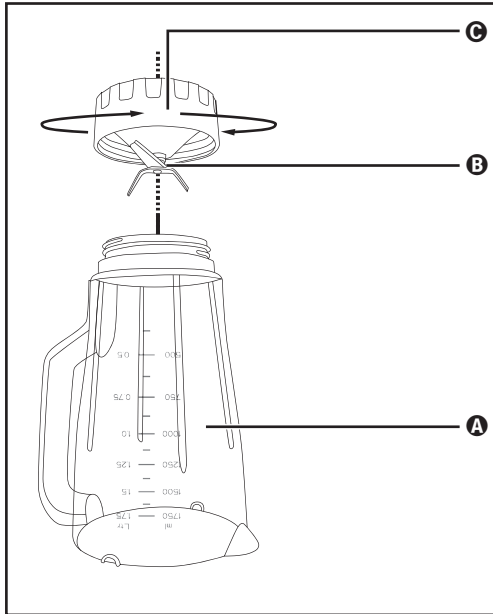

Abb. 3
- 2) Stellen Sie das Gerät auf den Kopf und drehen Sie das untere Plastikteil ③ des Mixaufsatzes ③ gegen den Uhrzeigersinn, so dass es sich vom oberen Plastikteil ③ des Mixaufsatzes ③ lösen lässt (siehe Abb. 3).
- ▶ Gehen Sie vorsichtig mit den Messern ④ um. Sie sind sehr scharf. Verletzungsgefahr!